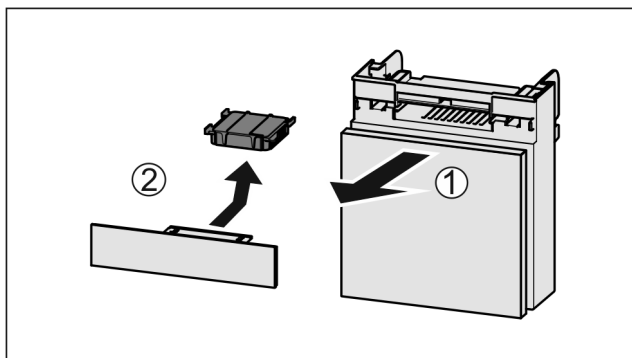

Fig. 114
- Wyciągnąć Fig. 114 (1) komorę do przodu.
- Wyjąć Fig. 114 (2) filtr z węglem aktywowanym.